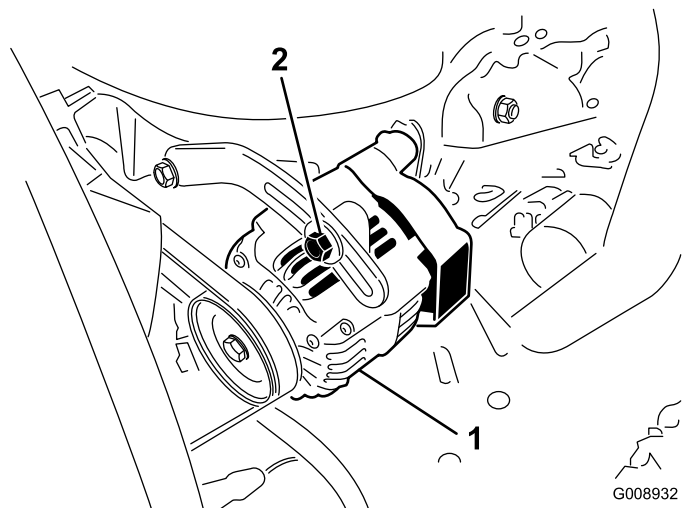

図 46
- たわみが 10 mm でない場合には、オルタネータ取り付けボルトをゆるめる 図 46。